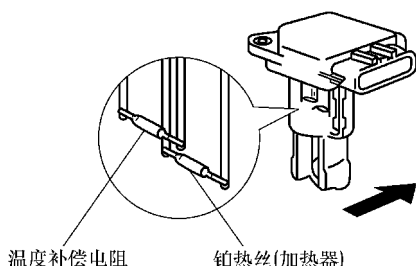

图 5-31 热线式空气流量传感器的结构
(1) 结构 热线式空气流量传感器的结构如图 5-31 所示,它主要由空气流量铂热丝、进气温度进行修正的温度补偿电阻、控制热线电流的功率晶体管以及壳体等构成。